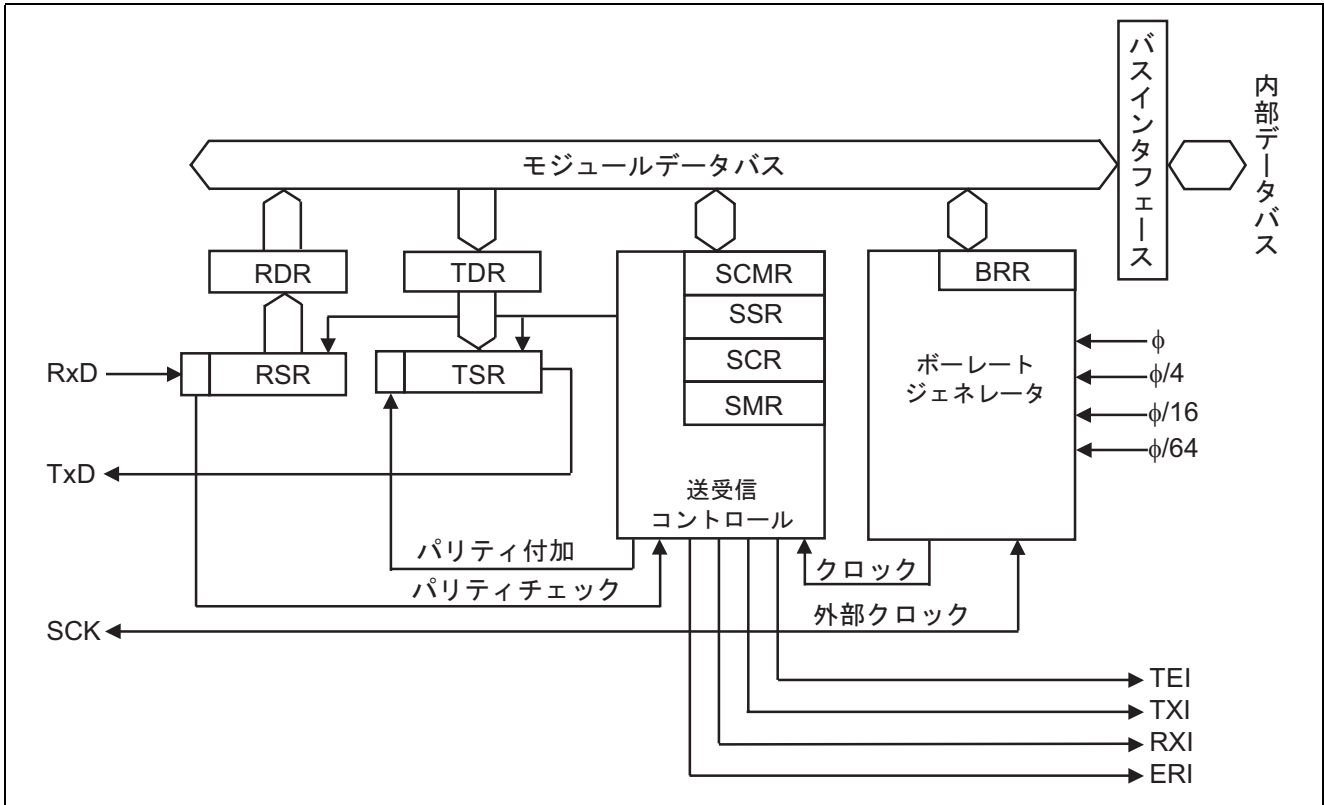

図2 調歩同期式シリアルデータ同時送受信のブロック図
(1) シリアルコミュニケーションインタフェース (SCI) のブロック図を図 2 に示し、以下に SCI のブロック図について説明します。